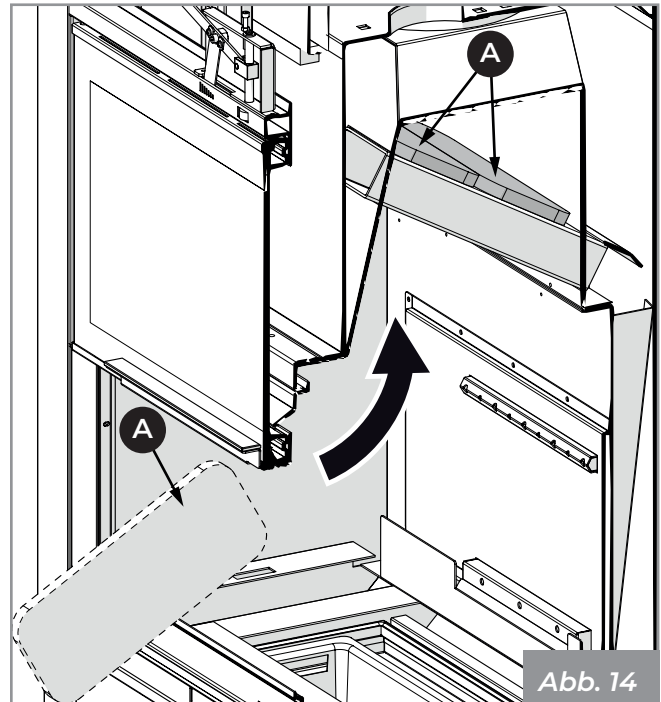

Abb. 14
- 1) Positionieren Sie die beiden oberen Deflektoren (A) (Abb. 14).